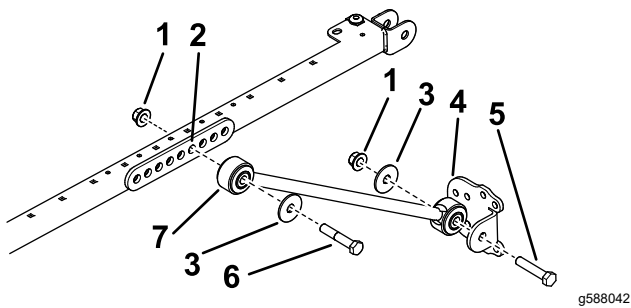

図 48
仮止めするボルト  $1\frac{1}{2}$  x  $2\frac{3}{4}$ " 2 本、フランジナット  $1\frac{1}{2}$ " 2 個を使用して 図 48 のように取り付ける。
- 各プレースに、プレースブラケットを仮止めするボルト $\frac{1}{2}$  x  $2\frac{1}{2}$ "、ワッシャ $\frac{1}{2}$ "、フランジナット $\frac{1}{2}$ "を使用し、図 48 のように取り付ける。